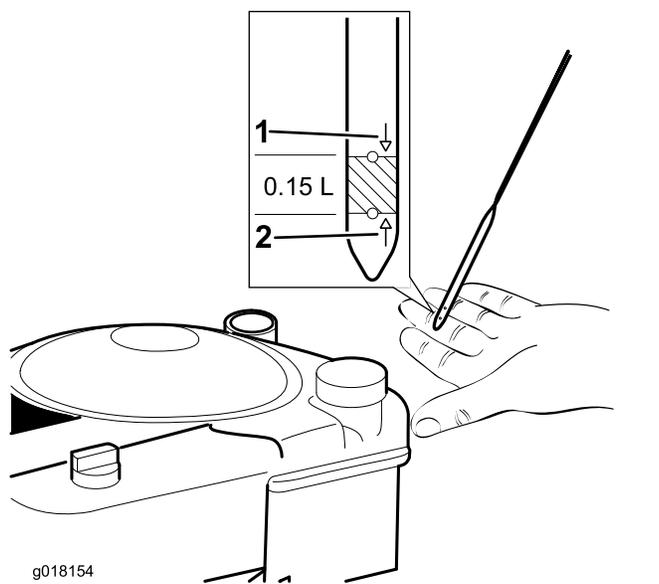

Figura 17
2. Estraiete l'asta di livello e asciugatela con uno straccio pulito (Figura 17).
4. **Lentamente** versate l'olio nel relativo tubo di riempimento, attendete 3 minuti e verificate il livello dell'olio motore sull'asta di livello, pulendo l'asta e poi inserendola nel tubo (Figura 17).
5. Riempite il motore con olio fino a quando l'asta di livello non indica che il livello dell'olio motore è corretto, come illustrato nella Figura 17. Se riempite eccessivamente il motore, estraete l'olio in eccesso.